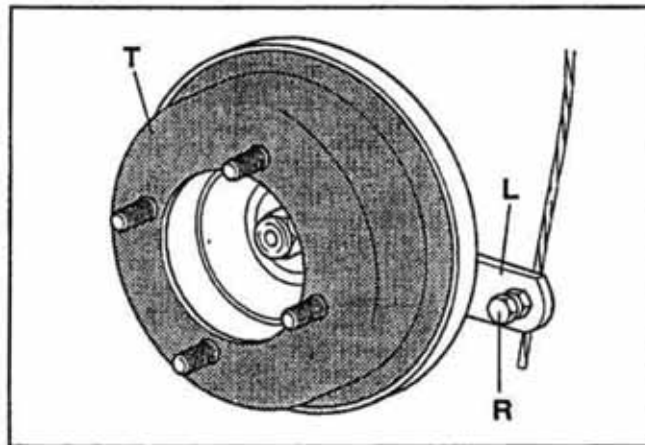

РИС. 47
- 6) Разберите ступицу колеса **M**, путем снятия конического ключа. Смонтируйте колесный барабан **T** (Рис.47).
- 8) Смонтируйте тормозной тросик и оболочку, закрывающую тросик в зажим **R** (Рис.47), который вставлен в контрольный рычаг **L** открытого тормозного башмака.